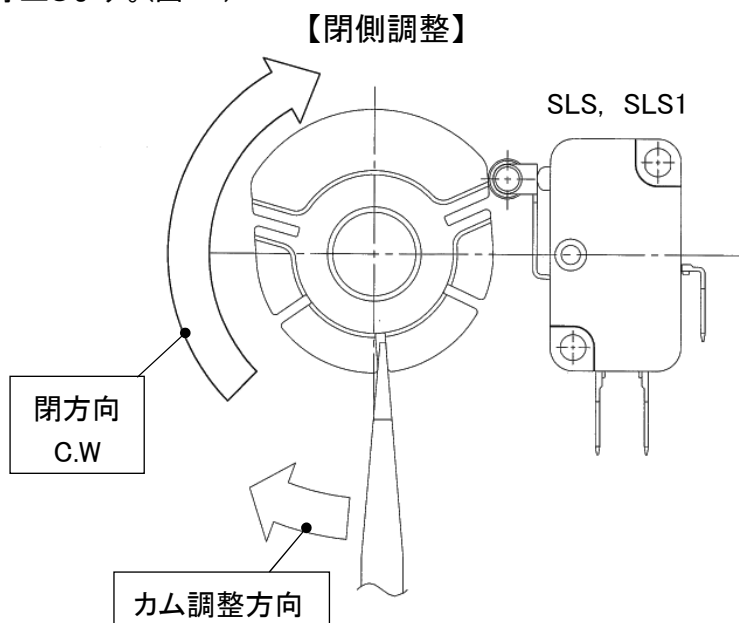

図31
- (注 1) 閉方向動作時は、制御軸がアクチュエータを上から見て、カムが時計回り(C.W)に回り全閉リミットスイッチをたいて停止します。(図31)